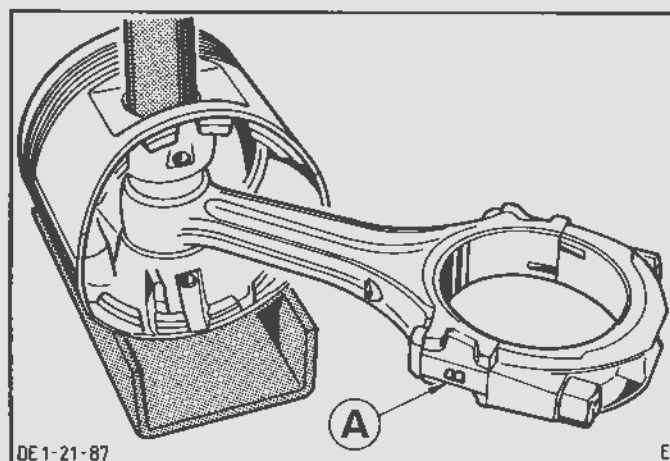

Fig.139. Pres stempelpinden ud med en dorn
Plejlstængerne er inddelt i fire vægtklasser, som skelnes fra hinanden ved det indprægede bogstav A, B, C eller D, Fig. 139.
1. Pres stempelpinden ud af stemplet med en dorn eller en presse, Fig.139.